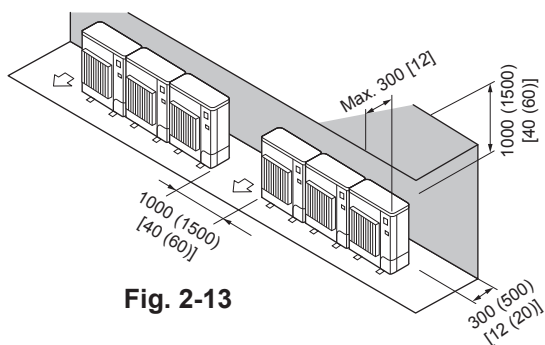

Fig. 2-13
- ② Obstacles uniquement à l'arrière et au-dessus (Fig. 2-13)